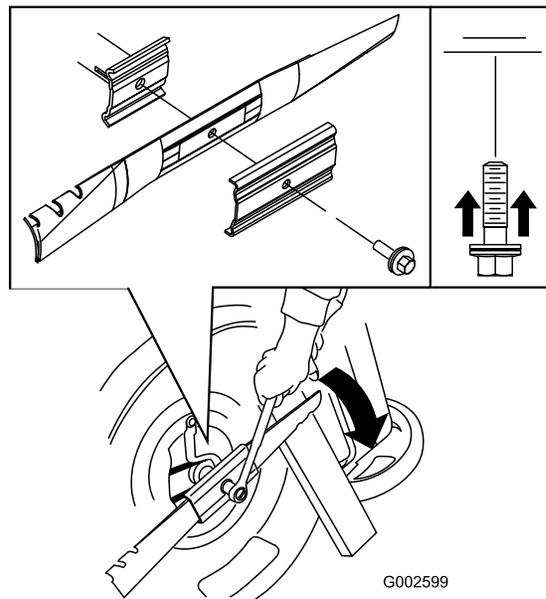

Figure 48
3. Immobilisez la lame avec un morceau de bois (Figure 48).
4. Déposez la lame mais ne jetez pas les fixations (Figure 48).
5. Montez la nouvelle lame et toutes les fixations (Figure 48).